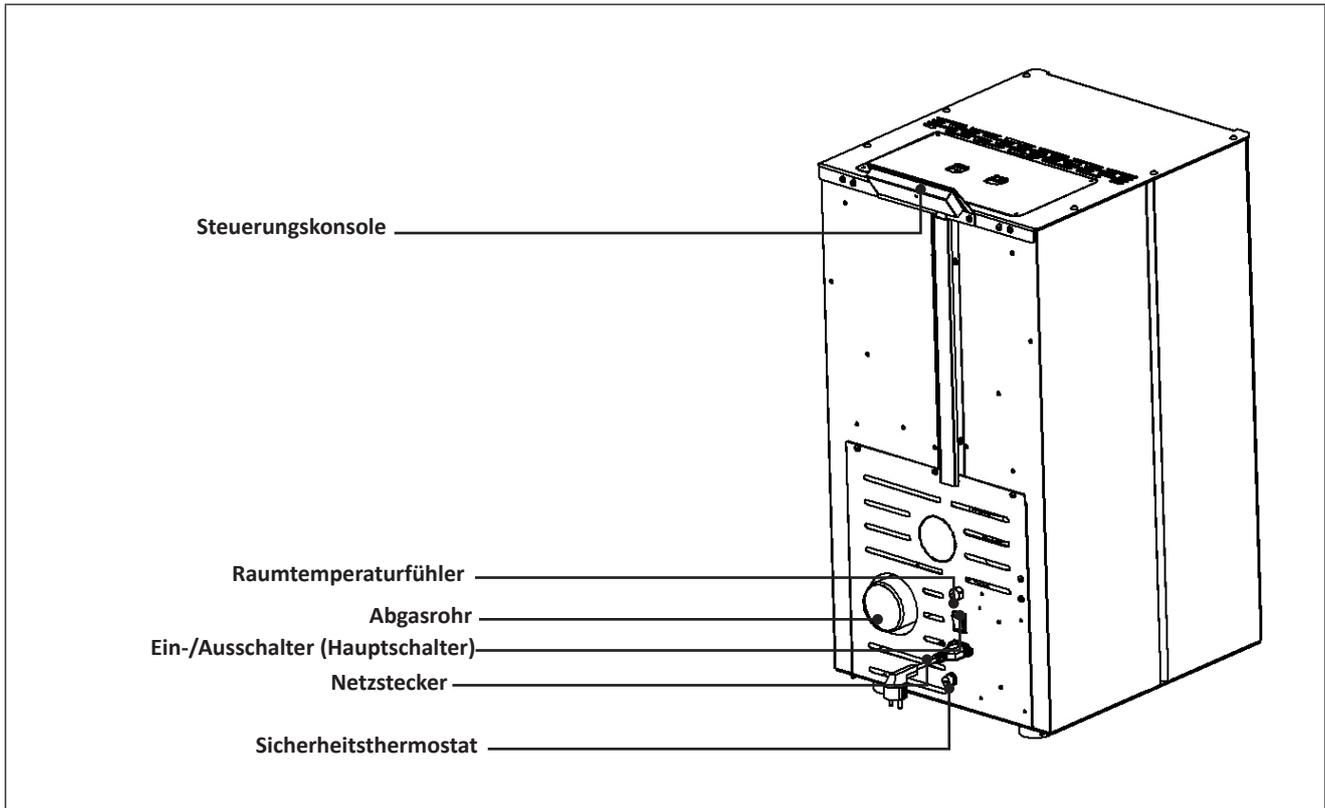

Abb. 1a: Geräteübersicht (Abbildung modellabhängig)
- ▶ Schalten Sie im Falle eines Schornsteinbrandes den Ofen sofort am Ein-/Aus-schalter (Hauptschalter, siehe Abb. 1a) ab und ziehen Sie den Netzstecker aus der Steckdose. Versuchen Sie auf keinen Fall den Brand selbst zu löschen. Schütten Sie niemals Wasser in einen brennenden Schornstein. Rufen Sie unverzüglich die Feuerwehr! Lassen Sie zur Identifizierung der Brandursache den Schornstein unbedingt von Ihrem Bezirksschornsteinfeger überprüfen, bevor Sie den Pellet-Heizofen wieder in Betrieb nehmen.
- ▶ Schalten Sie den Ofen sofort am Ein-/Ausschalter (Hauptschalter, siehe Abb. 1a) ab, wenn aus irgendeinem Teil des Ofens oder des Abgasrohrs Rauch entweicht. Sorgen Sie für eine gute Raumbelüftung, indem Sie sämtliche Fenster öffnen. Lassen Sie den Ofen vollständig abkühlen, bevor Sie die Ursache der Rauchentwicklung ermitteln. Ziehen Sie, wenn nötig einen Fachmann hinzu. Starten Sie das Gerät nicht, bevor die Ursache der Rauchentwicklung geklärt und behoben wurde.